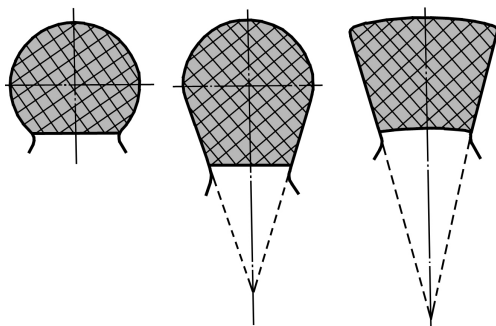

Рис. 1.3
- кольцевой, представляющий собой цилиндрическое пространство постоянной ширины, охватывающее рабочее колесо, при этом форма поперечного сечения канала отвода может быть различной (рис. 1.3);